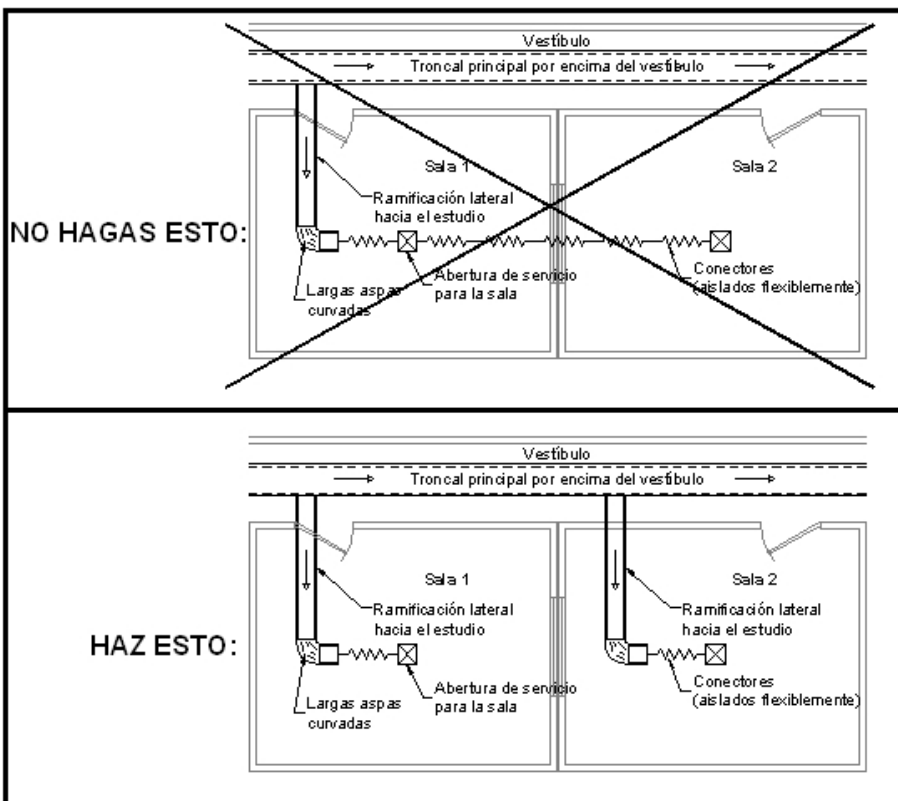

Figura 4.5: Método para interconectar correctamente los sistemas HVAC entre salas del estudio (se recomienda encarecidamente no usar "daisy-chainind")
- Si instalas un nuevo sistema HVAC y una nueva conducción, asegúrate de que no tiene las conducciones conectadas en "daisy chain" entre salas de estudio adyacentes alimentadas por el mismo tronco. En lugar de esto, añade un tronco adicional y alimenta ambas salas tal y como se muestra en la *Figura 4.5*.